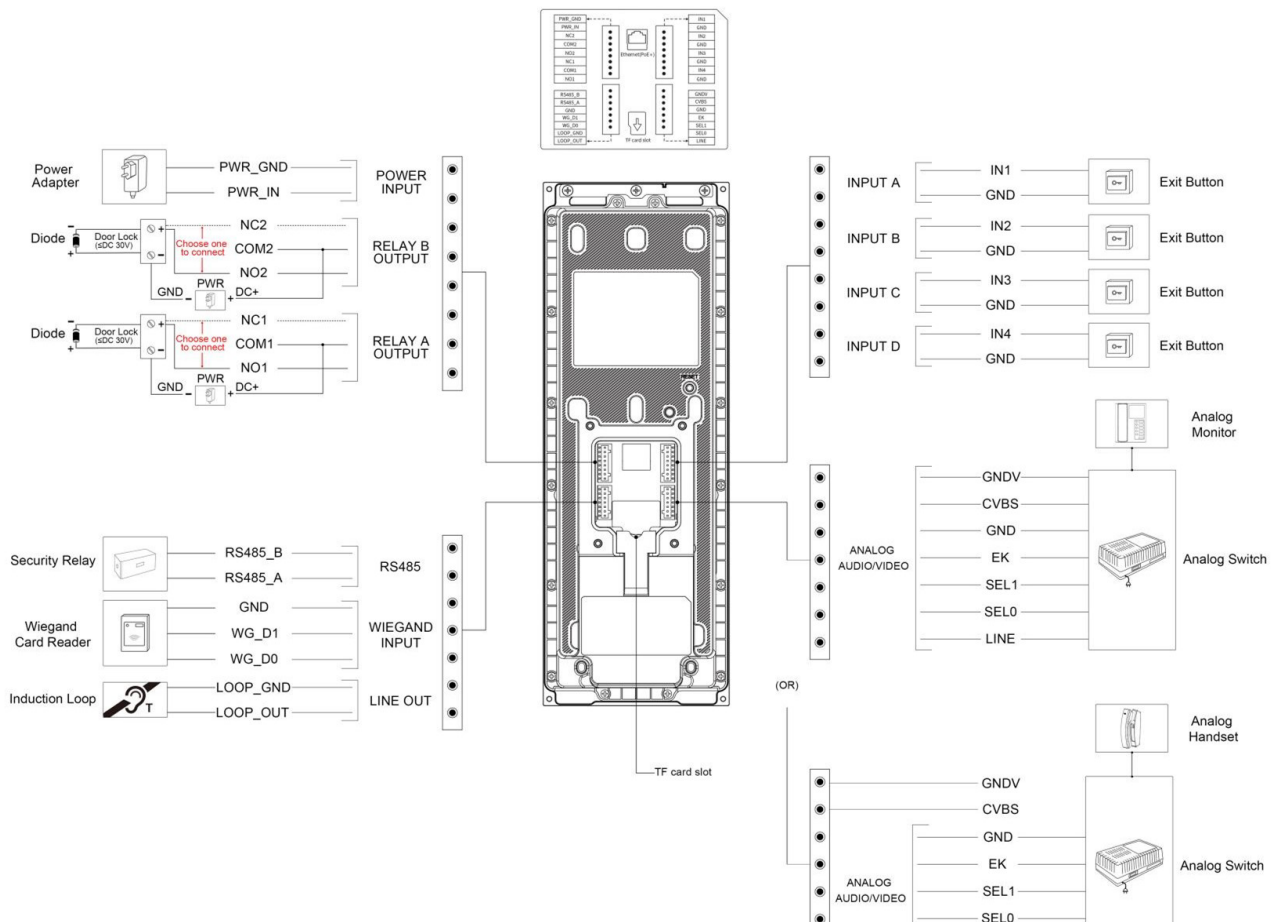

Figura 2: Estação de teclado MyBell - cablagem
1. Ligar os fios aos blocos de terminais com uma chave de fendas de cabeça plana. Para mais informações, ver a figura 2.